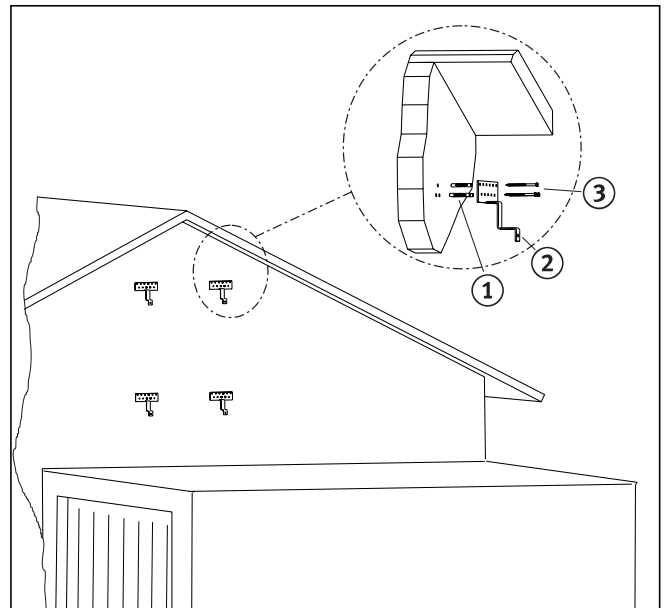

Abb. 6.19 Montage der Sparrenanker
- Bohren Sie 10 mm-Löcher und setzen Sie Dübel ein (Abb. 6.19, Pos. 1).